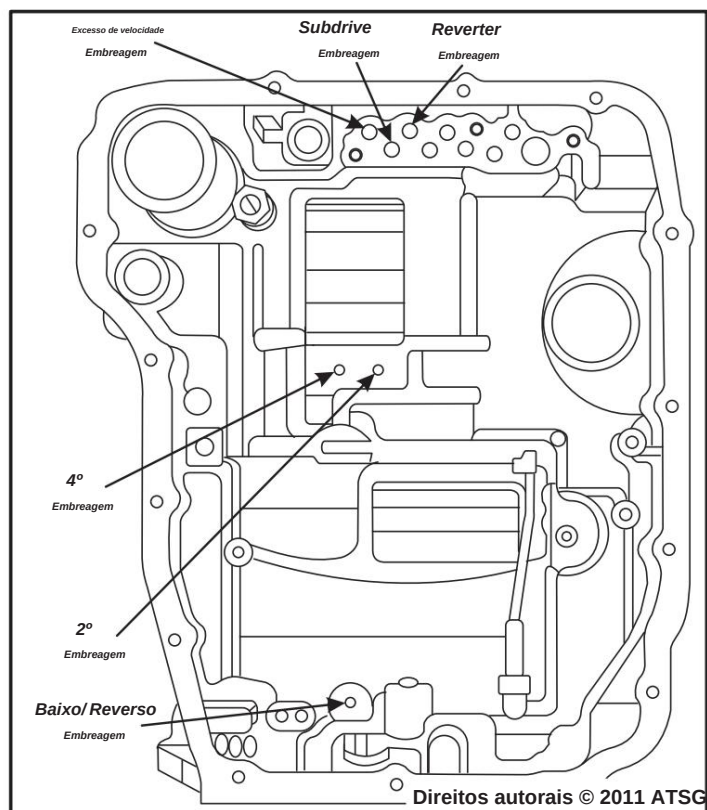

Figura 159
39. Teste a pressão de ar em todos os componentes da embreagem neste momento, antes da instalação do corpo da válvula, usando a Figura 159 como guia.